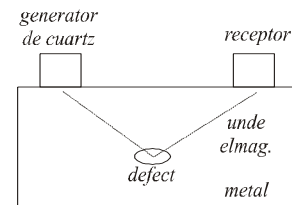

fig. 14.2
2. Defectoscopia studiază diferitele defecte ale unor anumite tipuri de materiale cu ajutorul undelor electromagnetice. Schema unui aparat care face acest lucru este prezentat în fig.14.2 unde se emit unde electromagnetice cu ajutorul unui generator de cuarț. Undele sunt deviate de orice defecțiune a materialului respectiv astfel că ele ajung la receptor care le transformă în curent.